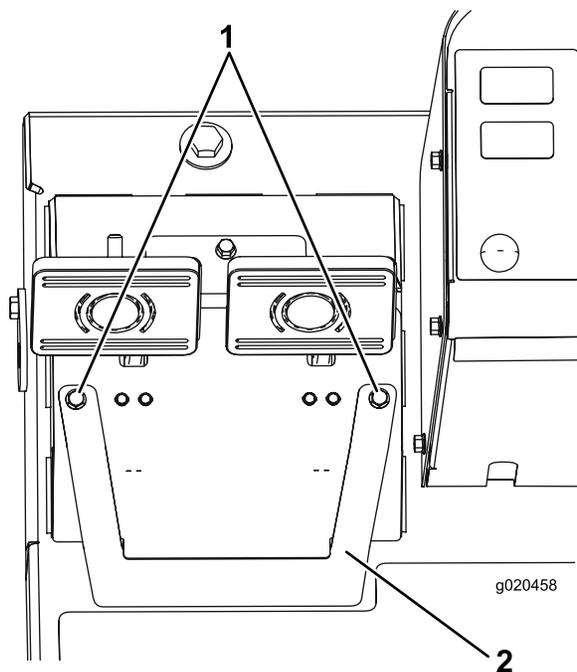

Figura 66
- A. Allentate le 2 viti di fissaggio e rimuovere il coperchio di regolazione dei freni (Figura 66).